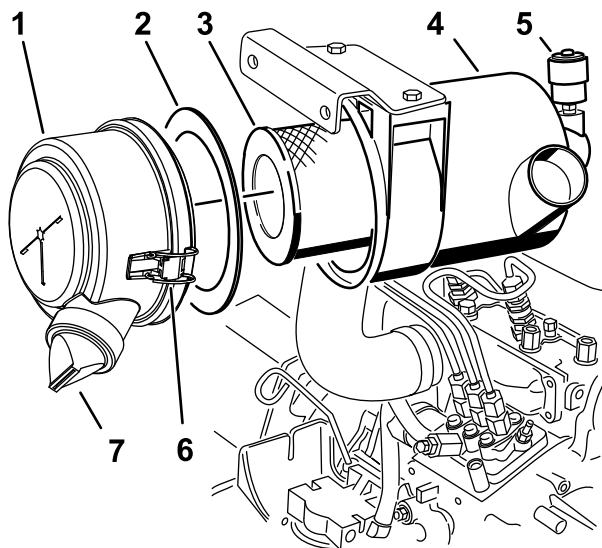

Bild 31
3. Warten Sie die Luftreinigungsfiler (Bild 31).